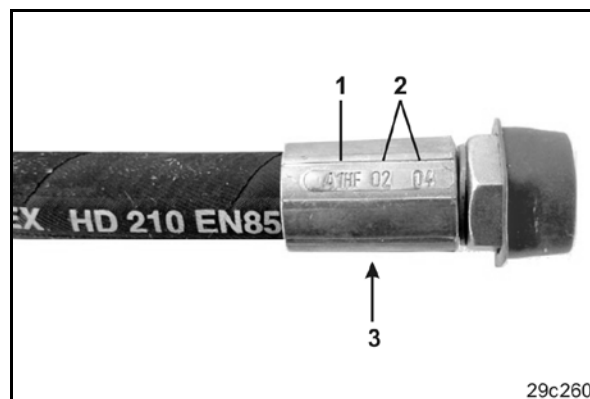

Fig. 172
1. Skru av magnetkappen (Fig. 172/1)
2. Fjern magnetspolen (Fig. 172/2)
3. Skru ut ventilstangen (Fig. 172/3) med ventiletene og rengjør med trykkluft eller hydraulikkolje.